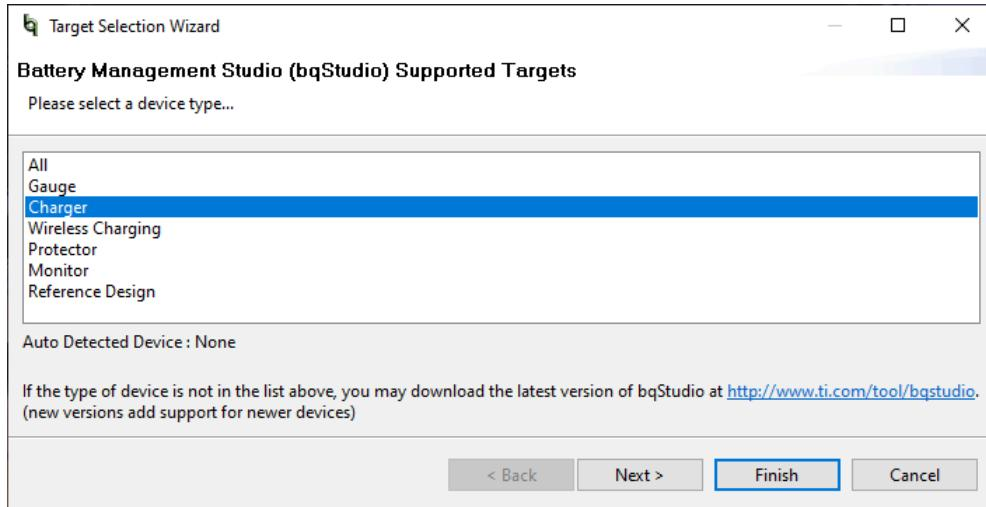

図 3-1. BQStudio のデバイス タイプ選択ウィンドウ
- EV2400 インターフェイス ボードに接続されているコンピュータで、Battery Management Studio (BQStudio) を起動します。図 3-1 に示すように、チャージャを選択します。